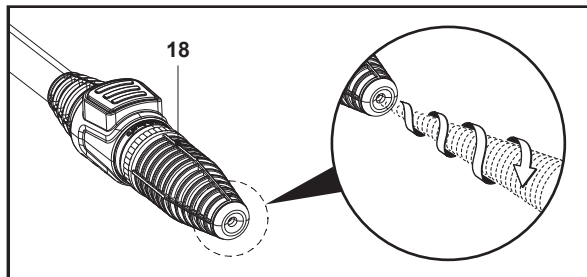

Fig. 9
O bocal turbo (18) roda à medida que pulveriza jatos de água a alta pressão para uma lavagem eficiente (Fig. 9).